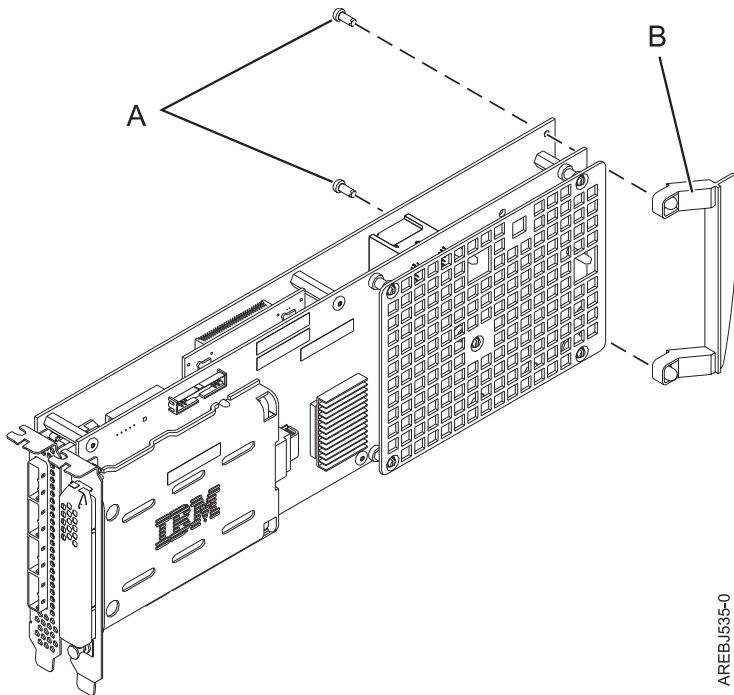

Figura 49. Conexión del asa del adaptador del casete
- a. Extraiga el asa del adaptador **B** según se muestra en Figura 49 en la página 98.